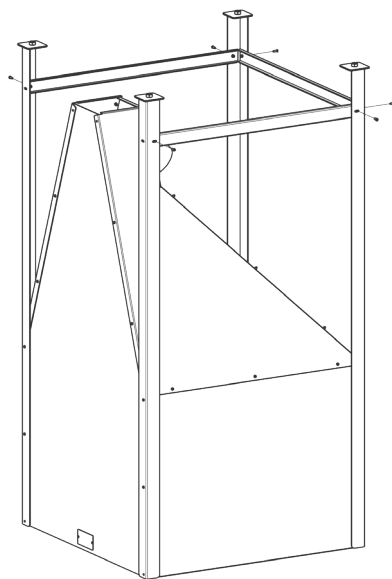

Рис. 11
9. Для придания ножкам бункера жесткости скрепите их тремя проставками (Рис. 11) и проставкой задней (Рис.12).